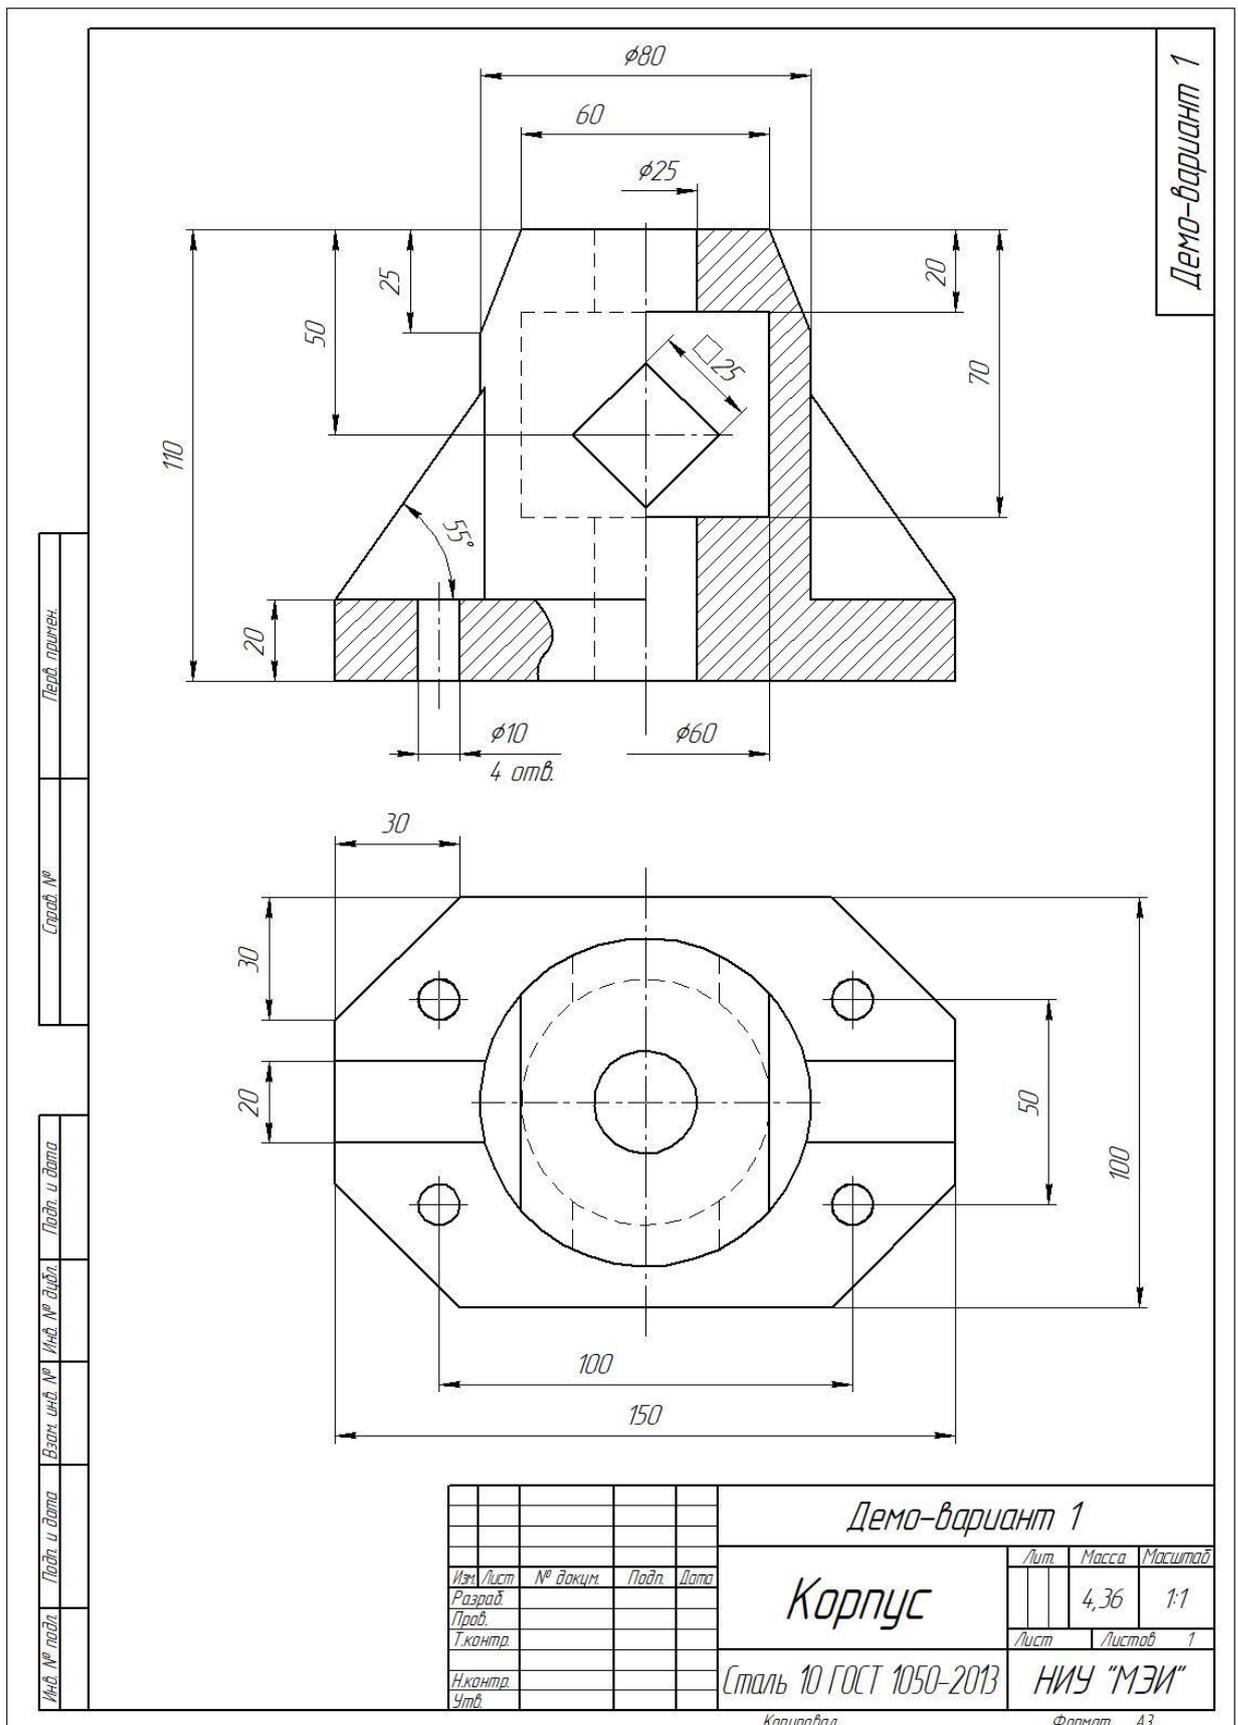

Рис. 2. Чертёж для создания 3D-модели
1. Постройте 3D-модель по заданному чертежу (рис. 2). Сохраните полученную модель детали в формате выбранной САПР: *.m3d для КОМПАС-3D или *.grs, *.grb для T-FLEX CAD.